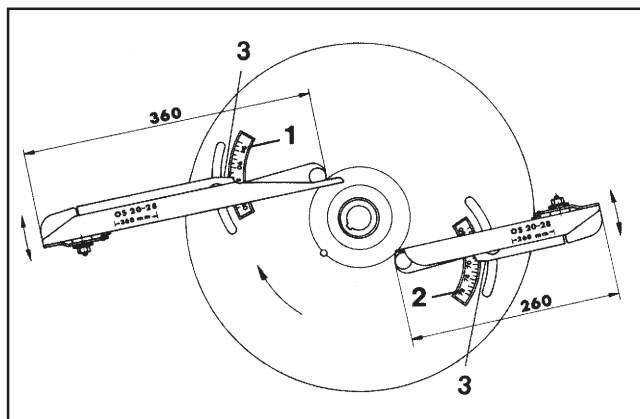

Fig. 7.12
Utkastarvingarna (bild 7.12) på OMNIA-SET spridartallrikar samt vingarna kan ställas in i olika läge. Vid spridning av granulerad gödsel med OMNIA-SET spridarvingar måste en falltratt enligt punkt 7.5 monteras för att optimera gödselmedlets nersläppspunkt på spridartallrikarna.
- ställ in avläsningskanten (bild 7.12/3) på den **korta kastvingen på skalvärde "68"** (bild 7.12/2),
- ställ in avläsningskanten (bild 7.12/3) på den **långa kastvingen på skalvärde "87"** (bild 7.12/2),.